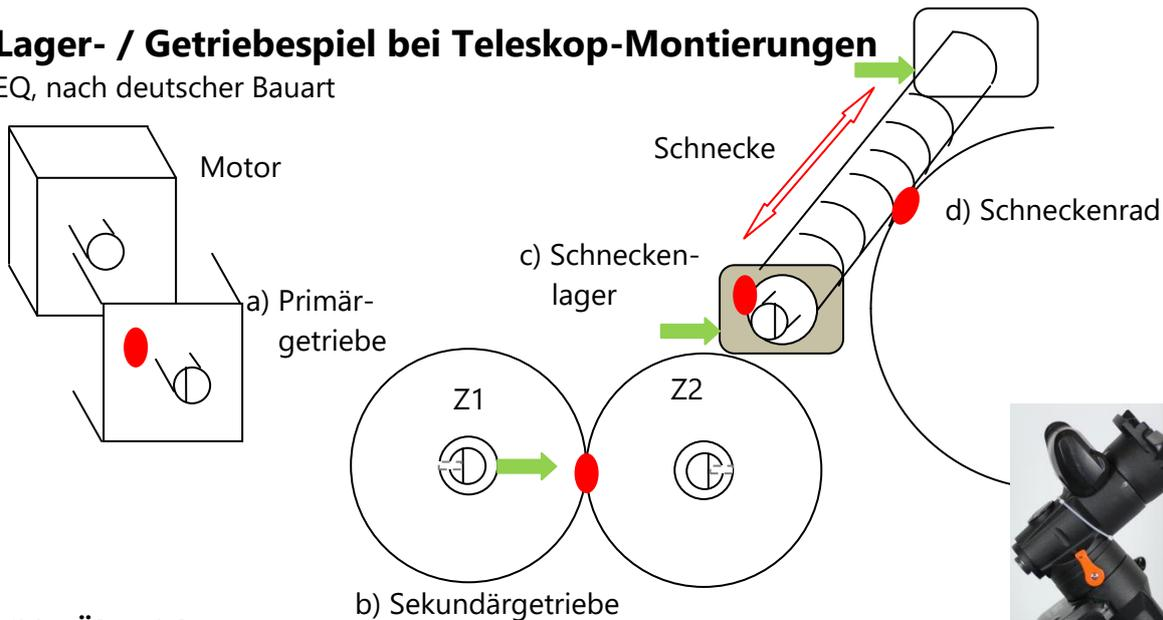
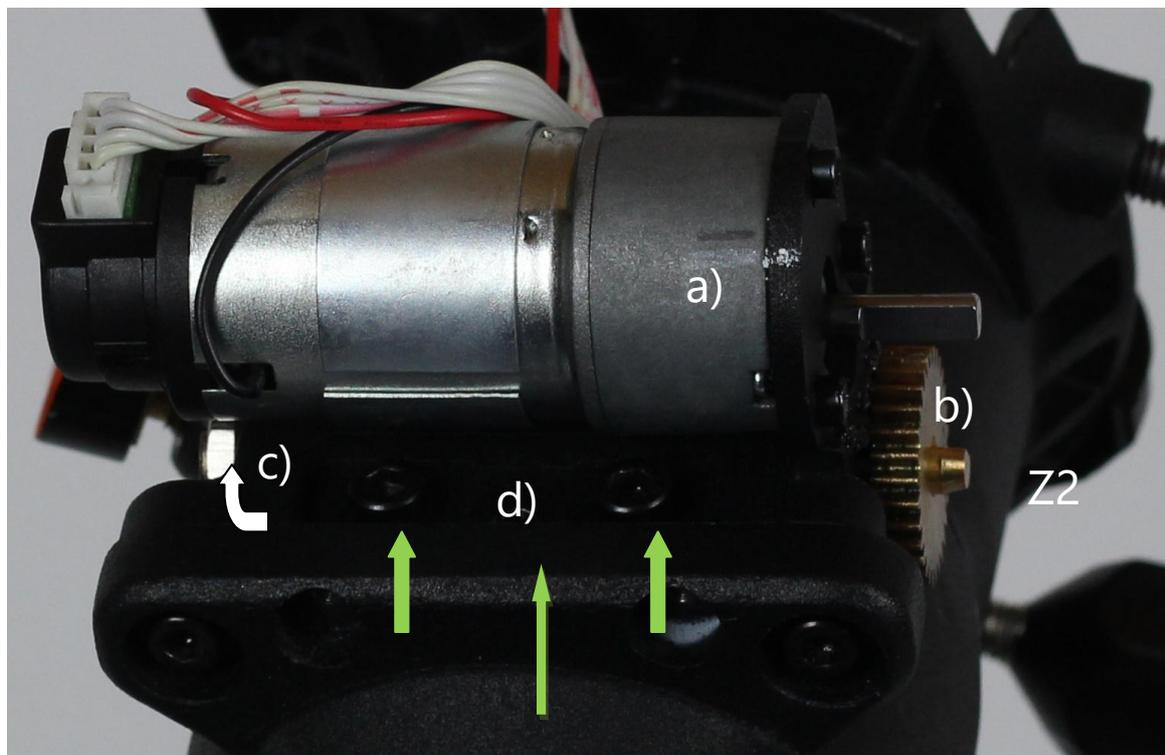

Bild 1 **Übersicht**
Bild 4 Beispiel AVX, in Grün markierte Justierschrauben für die Schnecke und Konterung
**d)** Nun wird die ganze Schnecke samt Lagerblöcken wieder vorsichtig an das SR heranjustiert: Man dreht die (zumeist) zwei Justierschrauben gleichmäßig leicht fest (  in Bild 4) und probiert durch Drehen von Z2, ob die Schnecke noch frei dreht. Außerdem zieht man an einer geeigneten Stelle an der Montierung (am Gegengewicht oder an der Teleskopschiene), sodass das SR gegen die Schnecke „zieht“ (auch wie roter Doppelpfeil in Bild 1) und dann andersrum, sodass sie „drückt.“ Damit fühlt man, wie viel Flanken-Spiel noch zwischen Schnecke und SR ist. Ist noch Spiel da, werden die beiden Justierschrauben etwas weiter (vllt. 1/8 Drehung) angezogen. Das macht man solange bis die Schnecke fast fest ist. Danach zieht man die zentrale Konterung vorsichtig an, wobei nun gegen die Justierschrauben gedrückt wird. Das reicht meist schon, um die Schnecke wieder frei zu bekommen. Reicht es nicht, muss die Konterung wieder gelöst und die Justierschrauben auch etwas weiter gelöst werden. Dann zieht man die Konterung vorsichtig wieder nach. Ziel ist ein kaum spürbares Zahnflankenspiel und eine frei drehende Schnecke. Hier treten mechanische Fehler und schlechte Justiermöglichkeiten zu Tage und manchmal erreicht man keine optimale Einstellung. Dann lieber etwas Flankenspiel zu lassen, dafür aber eine frei drehende Schnecke.